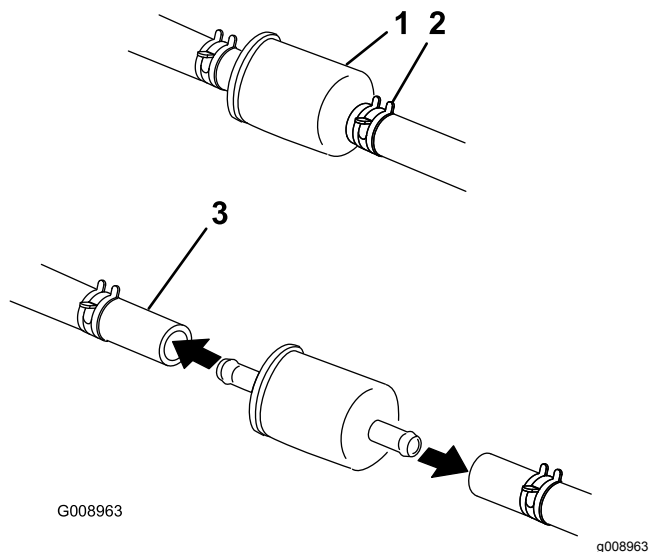

Figura 65
6. Aperte as pontas dos grampos da tubagem e afaste-as do filtro (Figura 65).
8. Instale um filtro novo e coloque as abraçadeiras junto ao filtro (Figura 65).